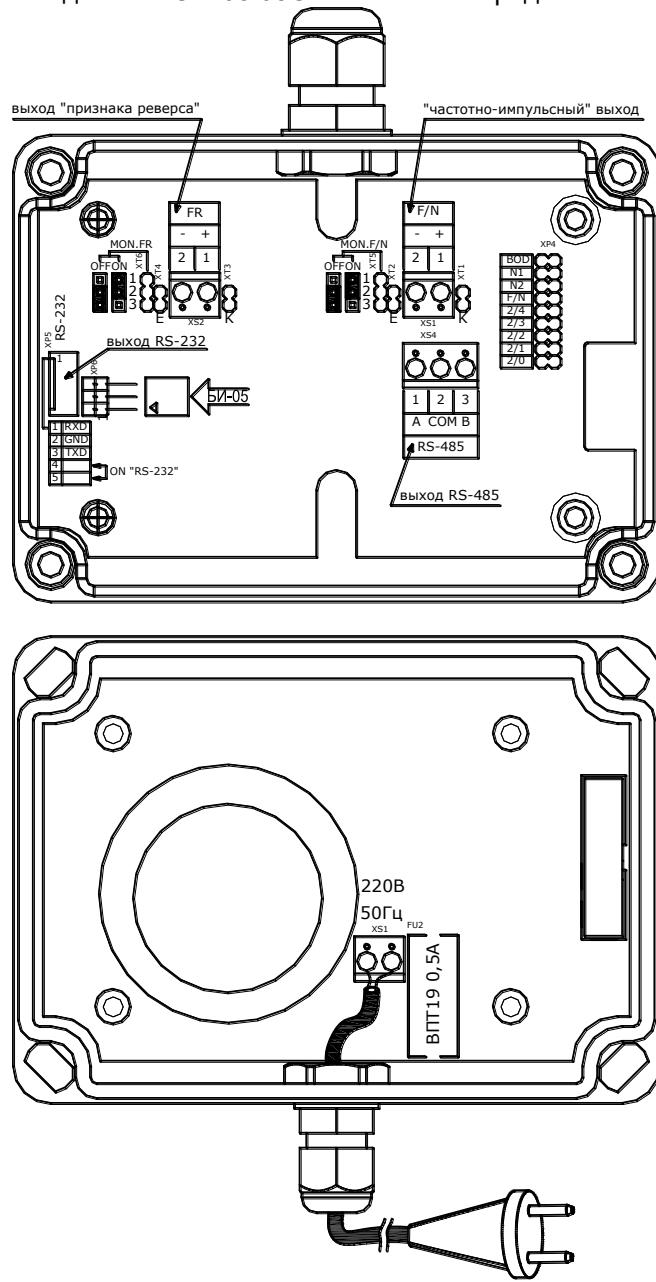

Рис. 8.7
8.5.1 Для проведения монтажа необходимо отвернуть 4 винта на передней панели ППМ и снять переднюю панель. После этого освобождается доступ к разъемам и клеммникам для подсоединения внешних цепей (см. рис. 8.7).
8.7.2 Проверить правильность монтажа электрических цепей в соответствии с рис. 8.7.
8.7.7 Для визуального просмотра измеренных параметров информация из расходомера может быть считана по последовательному интерфейсу RS-485 или RS-232C. Для работы по последовательному интерфейсу RS-485 (RS-232C) необходимо снять переднюю панель расходомера, активировать нужный тип интерфейса (RS-485 или RS-232C) и подключить к разъёму RS-485 (RS-232C) кабель для связи с периферийными устройствами: IBM совместимым компьютером, контроллером, индикатором БИ-05 и т.д. (см. рис. 8.7). При работе по интерфейсу RS-485 подключение к компьютеру следует осуществлять через интерфейсный адаптер. Скорость обмена с расходомером может принимать значения 9600 или 57600 бит/сек.
Выбор интерфейса обмена осуществляется путём установки/снятия джампера на контакты **4-5 (ON RS-232)** (поле **XР5**, см. рис. 8.7):
Осуществляется путём установки/снятия джампера **BOD** (поле **ХР4**, см. рис. 8.7):
Осуществляется путём установки/снятия джампера **F/N** (поле **ХР4**, см. рис. 8.7):
8.11.1 Конфигурация выходного каскада выбирается путём установки/снятия джамперов **ХТ1**, **ХТ2** на плате коммутации (см. рис. 8.7, 8.8, таблицу 8.2)
8.11.2 Конфигурация каскада сигнала признака реверса выбирается путём установки/снятия джамперов **ХТ3**, **ХТ4** на плате коммутации (см. рис. 8.7, 8.8, таблицу 8.3).
8.12.3 Установка контроля обрыва линии выходного сигнала и линии сигнала признака реверса осуществляется путём установки в требуемое положение джампера **ХТ5** (**ХТ6** для линии сигнала признака реверса) (см. рис. 8.7):
Установка сетевого адреса расходомера осуществляется путём установки/снятия джамперов **2/0...2/4** (поле **ХР4**, см. рис. 8.7). Сетевым адресом расходомера является пятибитное двоичное число. Младший разряд адреса устанавливается джампером **2/0**, старший – джампером **2/4**. «1» соответствует состояние джампера ON, «0» соответствует состояние джампера OFF.
Установка контроля обрывов и коротких замыканий в цепи возбуждения ППР расходомера осуществляется путём установки/снятия джампера **N1** (поле **XP4**, см. рис. 8.7)
- отвинтить винты на верхней крышке и снять ее (вид расходомера со снятой верхней крышкой приведен на Рис. 8.7);